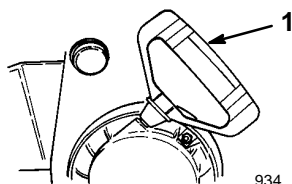

Figure 16
- **Lanceur** (Fig. 16)—Tirez la poignée pour faire démarrer le moteur.
7. Prenez la poignée du lanceur (Fig. 16) et tirez-la lentement jusqu'à ce que vous sentiez une résistance, puis tirez vigoureusement pour lancer le moteur.